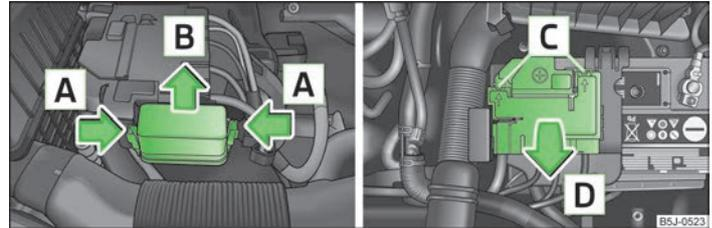

Abb. 144 Fahrzeugbatterie: Abdeckung des Sicherungskastens
- Die Sicherungsbügel der Abdeckung des Sicherungskastens gleichzeitig in Pfeilrichtung **A** » Abb. 144 zusammendrücken und die Abdeckung in Pfeilrichtung **B** herauschieben.